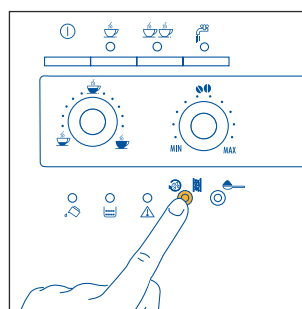

Fig.14
1) Se, appena accesa la macchina, si richiede una tazza di caffè corto (inferiore a 60cc), usare l'acqua calda del risciacquo per pre-riscaldare le tazze (vedi consiglio par. 4.3 punto5). Se invece dall'ultimo caffè fatto, sono trascorsi più di 2/3 minuti, prima di richiedere di nuovo un caffè è necessario pre-riscaldare l'infusore premendo il tasto   (fig. 14). Lasciare poi defluire l'acqua nella vaschetta